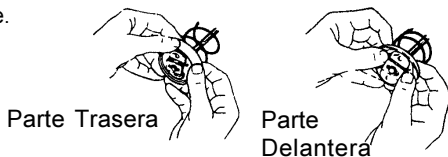

Ilustración 3
- 1) Verifique visualmente la dirección del labio del sello del seguidor antes de cargar un cartucho nuevo. El labio del sello del seguidor se debe dirigir hacia la manija del seguidor o el lado trasero para cargar el cartucho. Vea Fig. 3. Para cambiar la dirección del sello del seguidor, desatornille el casquillo del tubo del ensamble de tubo de grasa y tire en la manija para quitar el sello del seguidor del tubo. De vuelta a el sello del seguidor y vuélva a montarlo.
- 4) Quite el tirón del cartucho de grasa y atornille el ensamble de tubo de grasa (9) en el ensamble de la bomba (4).